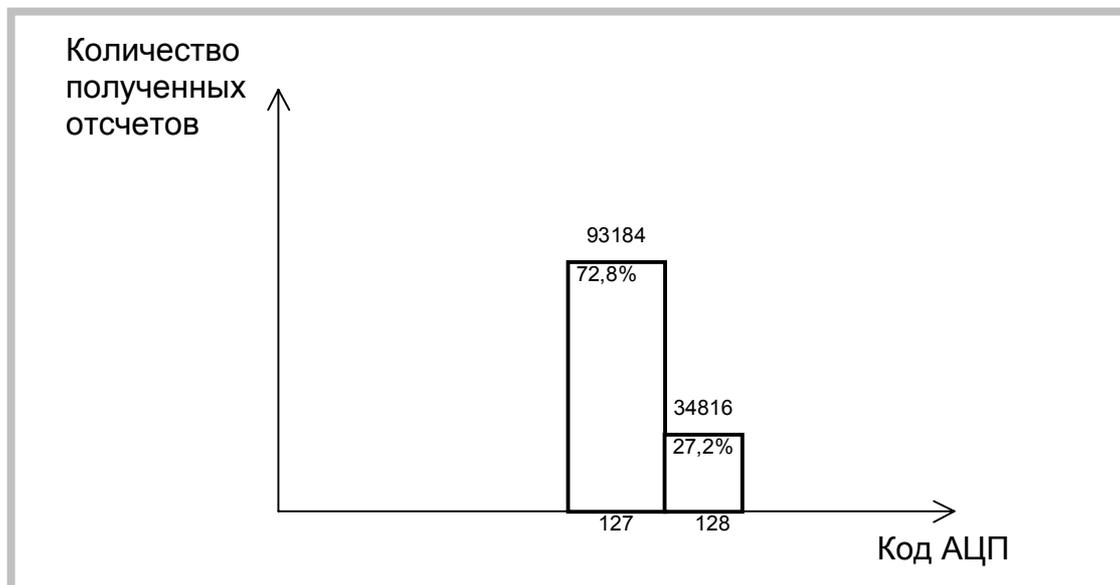

Рисунок 7. Статистика результатов данных 1
- 1) Диапазон напряжений входного сигнала платы ЛА-н10М6РСІ $\pm 0,5В$. Частота запуска АЦП - 6,25 МГц. Число собранных отсчетов 128000 (Рисунок 7).